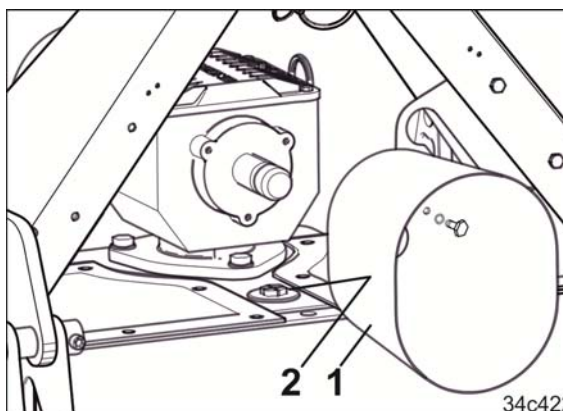

Fig. 180
2. Skru av beskyttelseshetten (Fig. 180/1).
3. Åpne tetningspluggen (Fig. 180/2).